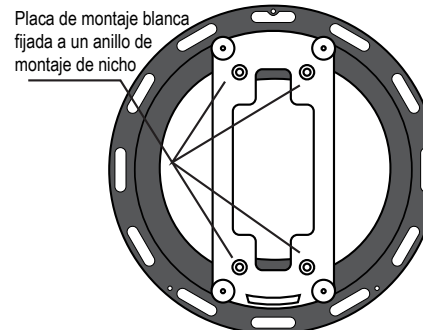

figura 5.
1. Para instalaciones de nicho, fije el anillo de montaje de nicho al nicho. A continuación, sujete el soporte blanco Al anillo de montaje negro. (Vea la Figura 5.) CONSULTE LOS PASOS 5 A 9 ANTERIORES.
1. Para instalaciones de nicho, fije el anillo adaptador negro al nicho. A continuación, fije la placa de montaje blanca al anillo adaptador negro. (Vea la Figura 5.) CONSULTE LOS PASOS 5 A 9 ANTERIORES.